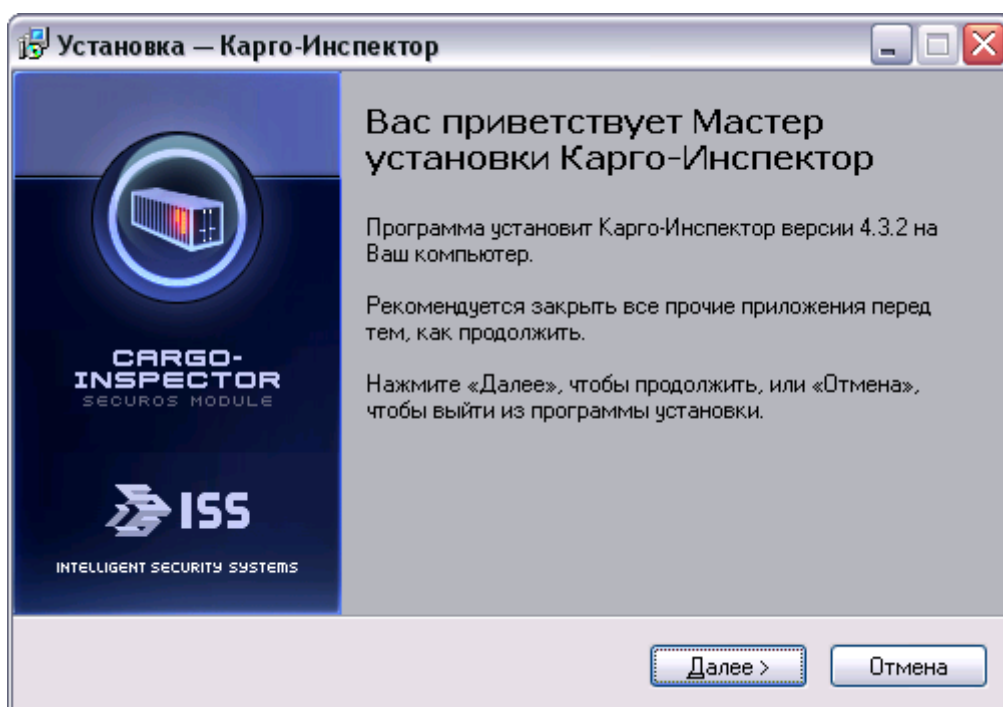

Рис. 4. Приветствие программы Мастера установки
1. Вставьте компакт-диск с программным обеспечением Модуля в дисковод компьютера и запустите файл `Install.exe`. В появившемся диалоговом окне выберите язык программы установки и нажмите кнопку **ОК**. Появится окно Мастера установки (см. рис. 4).